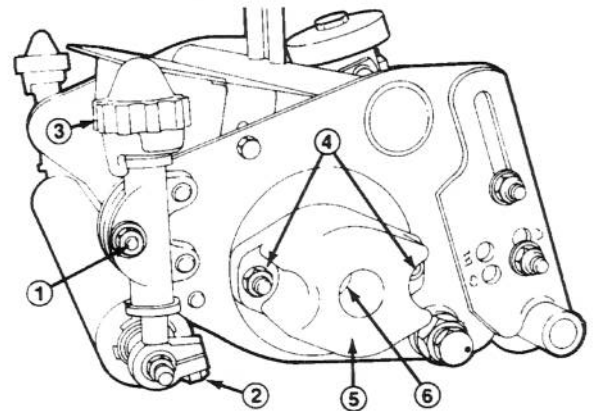

Figure 17
1. Retirez le capuchon de contre-équilibrage (Fig.17).
2. Retirez l'écrou de grande taille servant au réglage du roulement l'une des extrémités de l'axe du tambour (Fig.17) et l'écrou cannelé spécial se trouvant à l'extrémité opposée de l'axe du tambour.